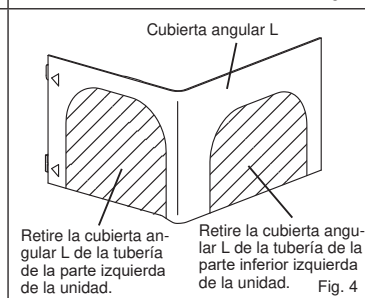
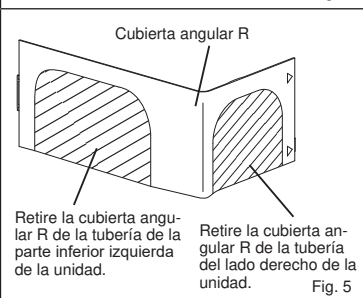

Fig. 4
Fig. 5
- 10) En función de la dirección de la tubería, retire la parte sombreada de la cubierta angular L (Fig. 4) o de la cubierta angular R (Fig. 5). Vuelva a instalar la cubierta eléctrica, la cubierta angular R y el conjunto del panel.
- 6) Introduzca la manguera de drenaje en el manguito del orificio de la pared (C) y fije la parte superior de la unidad interior en la placa de instalación (1). A continuación, mueva la unidad interior totalmente a la izquierda para facilitar la colocación de las tuberías en la parte posterior de la unidad.
- 7) Recorte el espaciador de la espuma de poliestireno del embalaje y colóquelo en el reborde de la parte posterior de la unidad interior. (Fig. 5)
- 8) Conecte el tubo de refrigerante a la tubería de extensión (B).
- 9) Empuje la parte inferior de la unidad interior para que encaje en la placa de instalación (1) y, a continuación, coloque las piezas en el orden inverso al de su retirada.